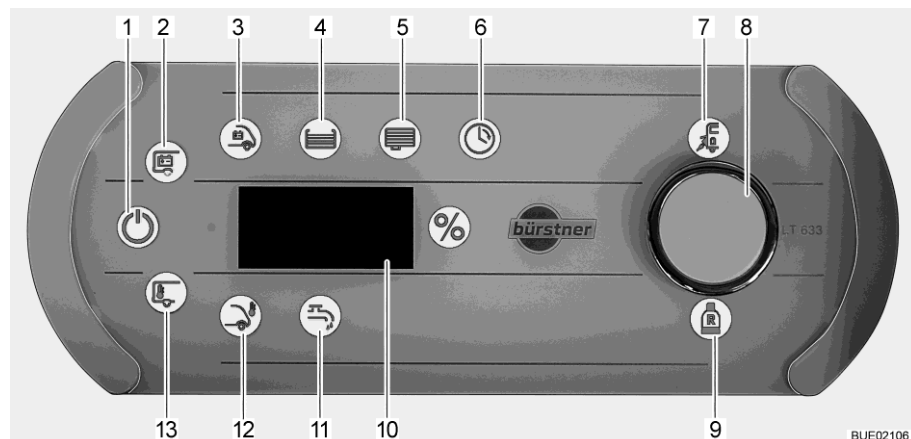

Bild 184 Panel LT 633
Das Symbol Netzkontrolle (Bild 184,7) leuchtet, wenn das Fahrzeug mit 230-V-Netzspannung versorgt wird. Die Batterien werden geladen.
- Den Drehtaster (Bild 184,8) kurz drücken. Das Symbol 12 V EIN (Bild 184,1) leuchtet. Wenn die Symbole 12 V EIN und Wohnraumbatterie (Bild 184,2) dreimal blinken, ist die Spannungsversorgung stillgelegt.
- Den Drehtaster (Bild 184,8) drücken und ca. 5 Sekunden lang gedrückt halten. Das Symbol Wohnraumbatterie (Bild 184,2) blinkt und auf der Anzeige (Bild 184,10) wird "On" angezeigt.
- Den Drehtaster loslassen. Das Symbol 12 V EIN (Bild 184,1) leuchtet. Die Spannungsversorgung ist eingeschaltet.
- Den Drehtaster drehen, bis das Symbol Wasserpumpe (Bild 184,11) leuchtet. Auf der Anzeige wird der momentane Schaltzustand ("On" oder "OFF") dargestellt.
- Den Drehtaster drücken. Der Schaltzustand wechselt von "On" nach "OFF" bzw. von "OFF" nach "On": Die Versorgung der Wasserpumpe ist eingeschaltet bzw. ausgeschaltet. Wenn die Wasserpumpe eingeschaltet ist, leuchtet das Symbol Wasserpumpe (Bild 184,11).
- Den Drehtaster drehen, bis das Symbol Wohnraumbatterie (Bild 184,2) leuchtet. Die Batteriespannung der Wohnraumbatterie wird auf der Anzeige ca. 20 Sekunden lang angezeigt (z. B. "13,8U" für 13,8 Volt).
- Den Drehtaster drehen, bis das Symbol Starterbatterie (Bild 184,3) leuchtet. Die Batteriespannung der Starterbatterie wird auf der Anzeige ca. 20 Sekunden lang angezeigt.
- Den Drehtaster drehen, bis das Symbol Wassertank (Bild 184,4) leuchtet. Das Symbol "%" leuchtet. Der Füllstand des Wassertanks wird auf der Anzeige ca. 20 Sekunden lang angezeigt.
- Den Drehtaster drehen, bis das Symbol Abwassertank (Bild 184,5) leuchtet. Das Symbol "%" leuchtet. Der Füllstand des Abwassertanks wird auf der Anzeige ca. 20 Sekunden lang angezeigt.
**Gasreserve** Das Symbol Reserve-Gasflasche (Bild 184,9) leuchtet, wenn die Reserve-Gasflasche verwendet wird.
**Innen- und Außentemperatur anzeigen:** ■ Den Drehtaster drehen, bis das Symbol Innentemperatur (Bild 184,13) oder Außentemperatur (Bild 184,12) leuchtet. Auf der Anzeige wird die angewählte Temperatur angezeigt.
**Uhr stellen:** ■ Den Drehtaster drehen, bis das Symbol Uhr (Bild 184,6) leuchtet.